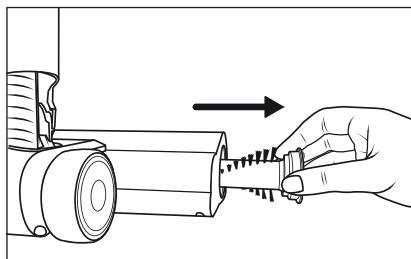

Fig. 27
- 3) Træk børsterullen 20 ud af gulvbørsten 21 (se fig. 27).